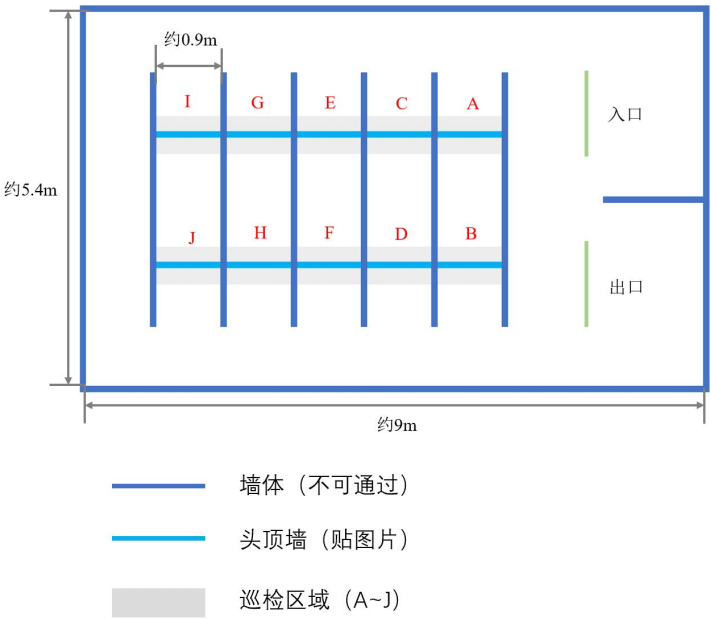

图 1 场地示意图（俯视图）
1、 图 1 是比赛场景示意图（俯视图），场地总面积，视现场具体尺寸而定。注：仅用于显示场地大致样式，各段长度、赛道走向、连接顺序均以比赛现场设置的为准。